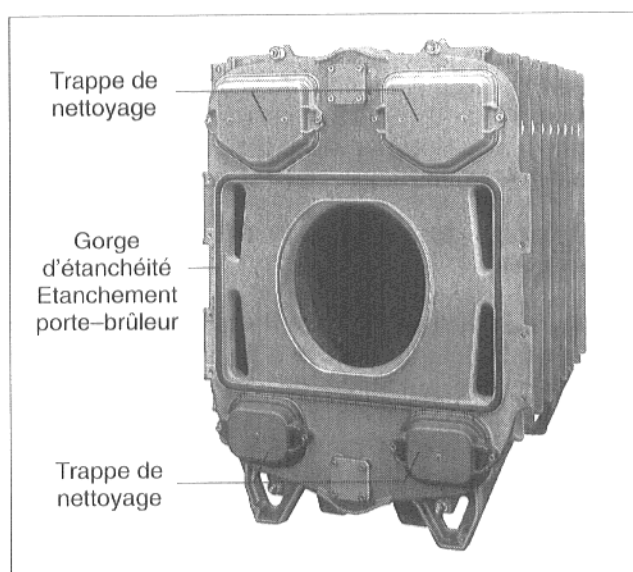

Fig. 25
- Placer les trappes de nettoyage sur les goujons filetés et les visser à l'aide d'écrous (Fig. 25).
- Déposer quelques gouttes de colle (art. no 422841) à intervalle de 15 à 20 cm dans la gorge d'étanchéité, autour de l'orifice de la chambre de combustion et des carneaux collecteurs de fumées, de l'élément de façade (Fig. 25).
- Insérer le cordon d'étanchéité GP dans la gorge d'étanchéité de l'élément de façade (Fig. 25).